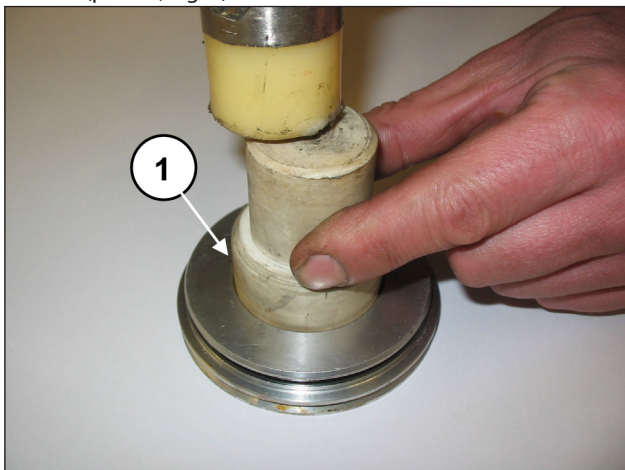
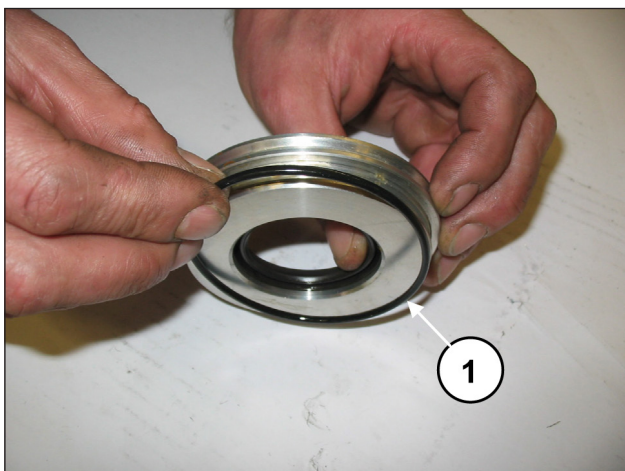

Fig. 5
Fig. 6
Estrarre l'anello di tenuta radiale (pos. ①, Fig. 5) e l'O-ring esterno (pos. ①, Fig. 6).